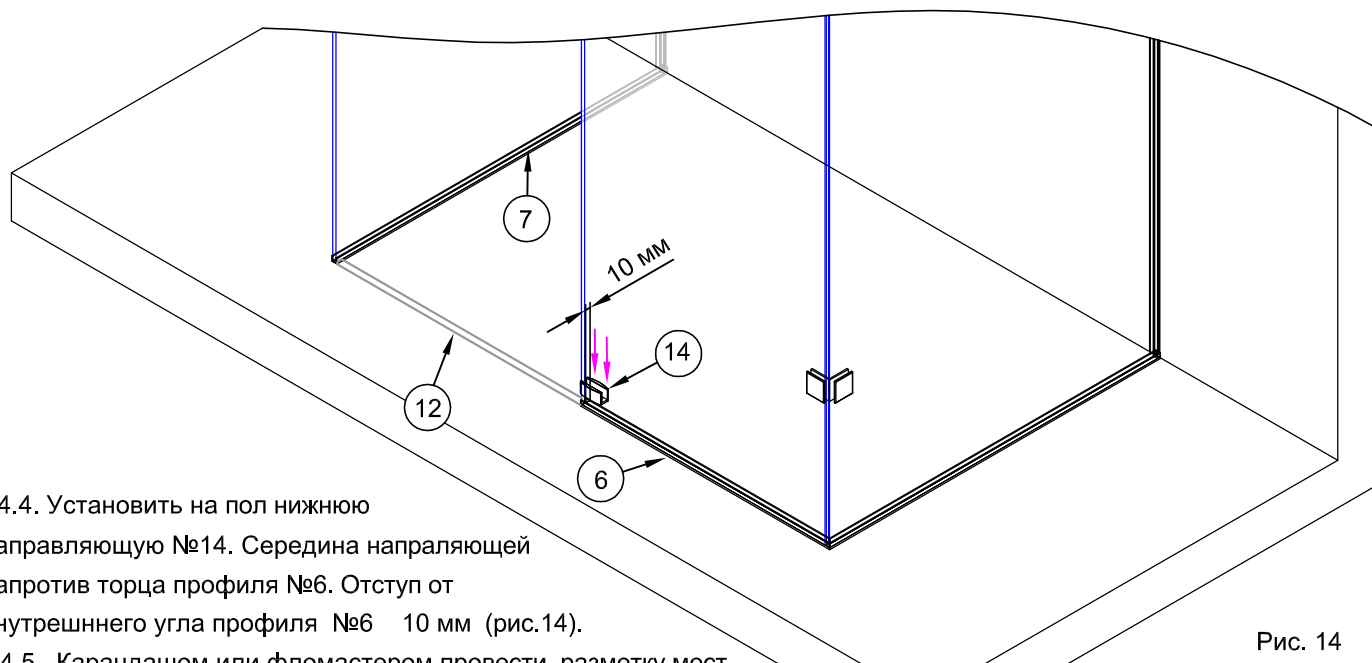

Рис. 14
4.4. Установить на пол нижнюю направляющую №14. Середина направляющей напротив торца профиля №6. Отступ от внутреннего угла профиля №6 10 мм (рис.14).
4.5. Карандашом или фломастером провести разметку мест сверления отверстий под дюбели по отверстиям в направляющей №14, для крепления к полу (рис.14).
4.6. Выполнить сверление отверстий в полу по разметке. Диаметр отверстий 8мм, глубина не менее 40 мм. Вставить в отверстия дюбели №23. При необходимости использовать молоток (рис.14).